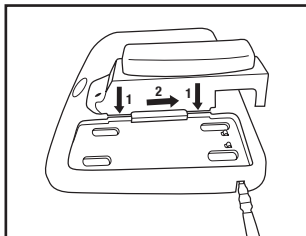

Fig. 1b
- Trousse de chargeur pour quatre piles TR-944N 3MMC : Insérer le chargeur de pile TR-640 3MMC dans l'un des ports du chargeur TR-944N et le faire glisser pour le verrouiller en place (Fig. 1b). (**REMARQUE** : Lorsque l'on utilise le chargeur pour quatre piles, le cordon d'alimentation TR-941N n'est pas branché au support TR-640.) Brancher le cordon d'alimentation c.c. fourni avec la trousse dans la base du chargeur pour quatre piles. Brancher le cordon d'alimentation dans une source d'alimentation c.a. (100 à 240 V), par exemple une prise de courant murale. Il est possible de charger n'importe quelle combinaison d'au plus quatre blocs-piles 3MMC simultanément.